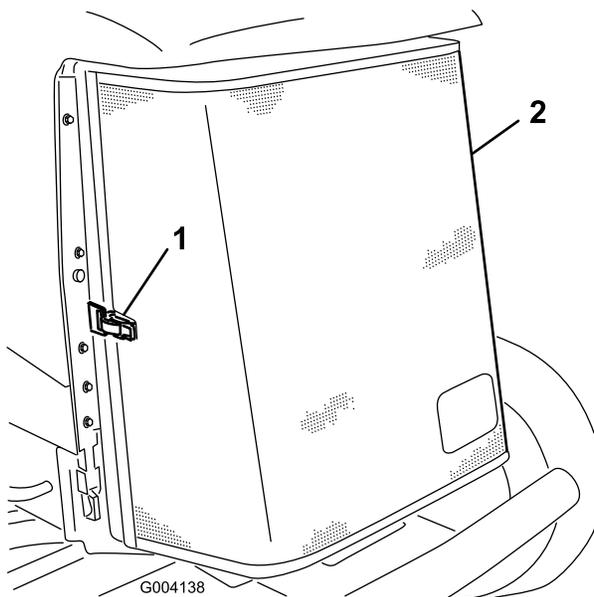

Figura 66
3. Sbloccate il morsetto e aprite la griglia posteriore (Figura 66).